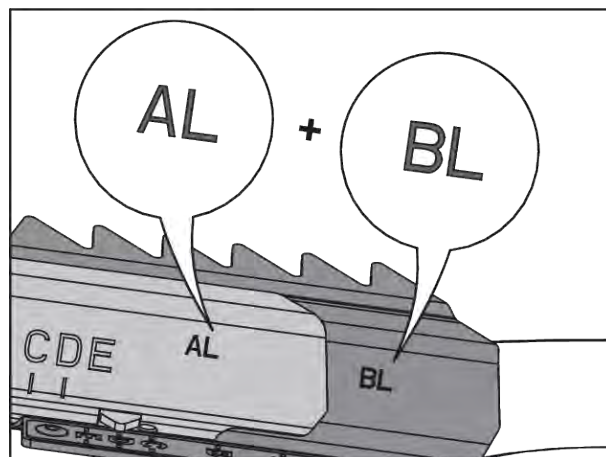

Fig. 79: Spredevingekombination
- Se Fig. 79 Spredevingekombination